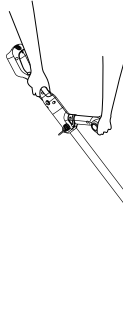

Abb. 11-1
- Verwendung als Fadentrimmer (Abb. 11-1)